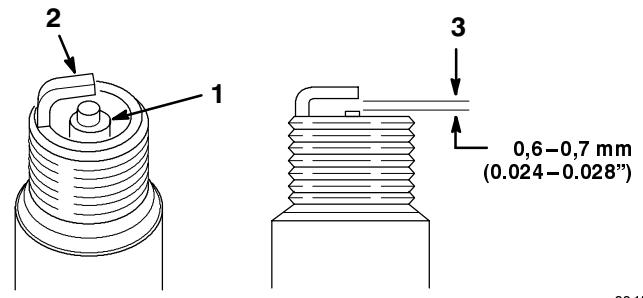

Abbildung 32
- Auf die Mitte der Zündkerze sehen (Abb. 32). Wenn am Elektrodenisolator eine leicht braune oder graue Verfärbung sichtbar ist, läuft der Motor gut. Eine schwarze Beschichtung auf dem Isolator weist gewöhnlich auf einen verschmutzten Luftfilter hin.
- Den Luftspalt zwischen der mittleren und der seitlichen Elektrode kontrollieren (Abb. 32). Die Seitenelektrode (Abb. 32) biegen, wenn der Abstand nicht korrekt ist.